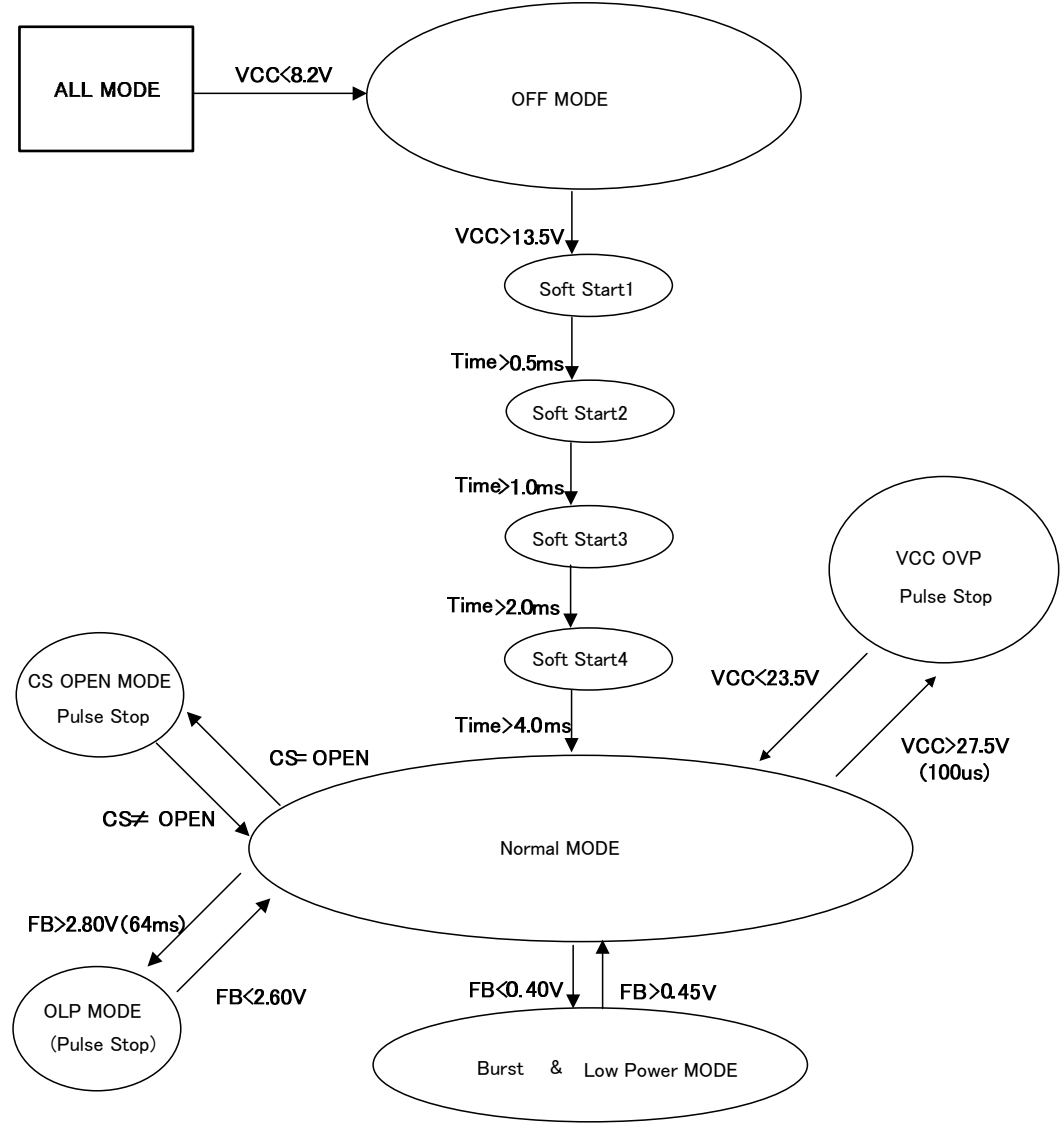

Figure 31. 各状態遷移図(VCCOVP ラッチ)
- 本 IC シーケンスを Figure 31 に示します。